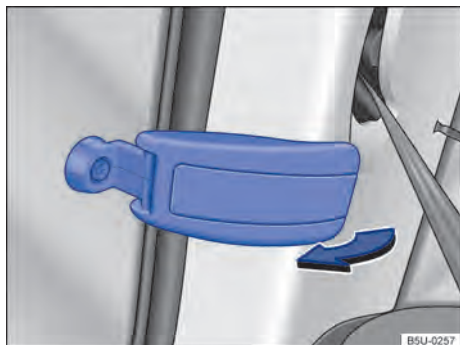

Fig. 54 Abrir o vidro basculante traseiro.
- Puxar a alavanca de travamento do vidro no sentido da seta → Fig. 54.